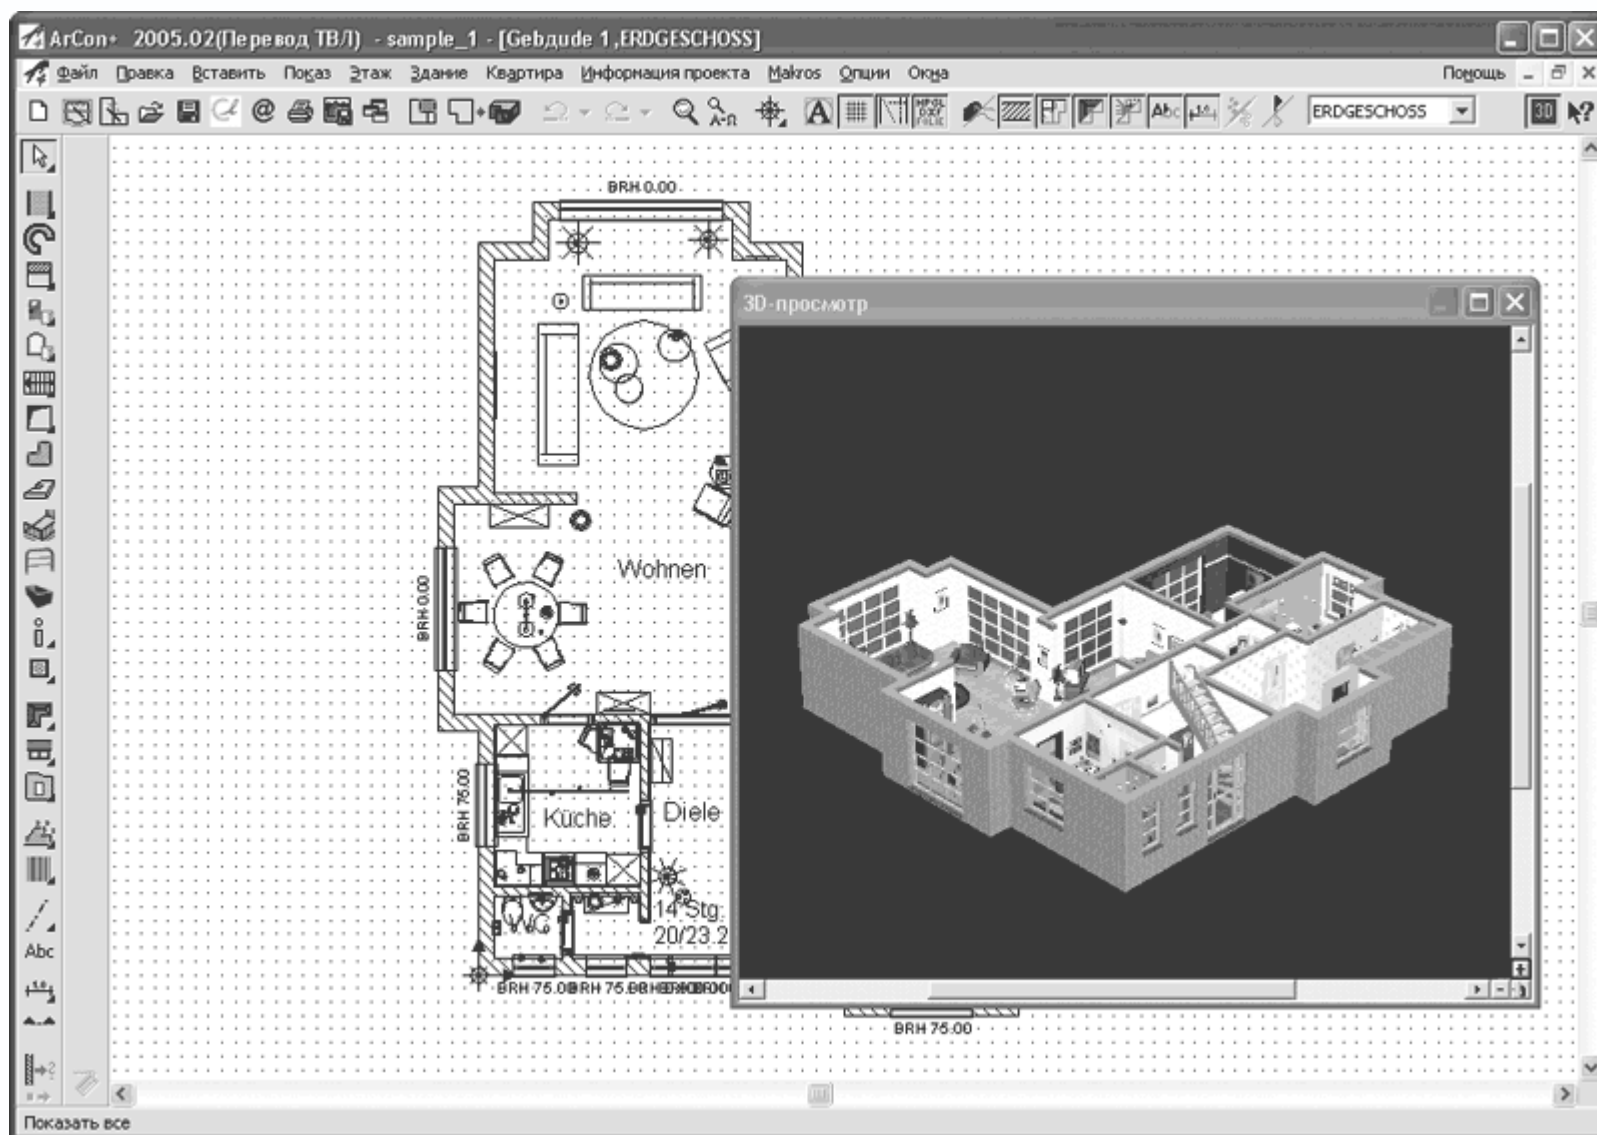

Рис. 1.52. Немодальное окно 3D-просмотра
- Без перехода в режим дизайна (только просмотр). Система создает отдельное немодальное окно, в котором отображается трехмерное представление проекта (рис. 1.52). Это окно всегда находится поверх плана здания и может перемещаться даже за пределы главного окна программы, однако редактировать, перемещать или удалять объекты, работать с текстурами и прочее в нем невозможно. Оно предоставляет только возможность просмотра.